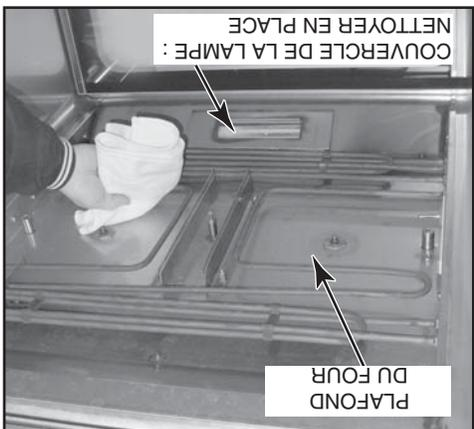

Figure 31
- Nettoyez le couvercle de la lampe avec un nettoyant commercial pour vitres ou utilisez de l'eau savonneuse chaude et puis rincez et séchez (figure 31).